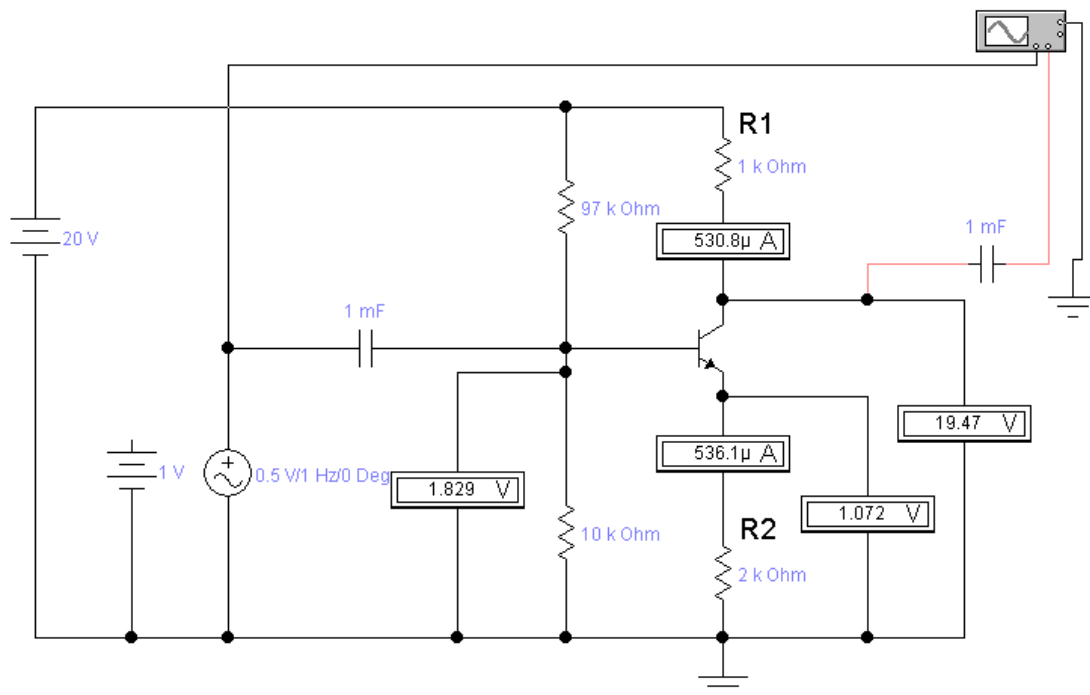

Рис. 2. Усилитель по схеме с общим эмиттером
1. Собрать схему усилителя с общим эмиттером (рисунок 2)